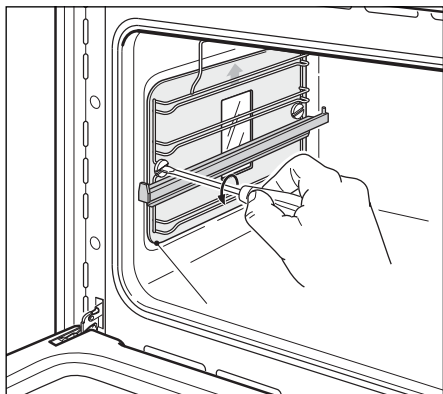

Fig.34 Dépose des grilles latérales et des panneaux catalytiques (certains modèles uniquement)
Les panneaux catalytiques sont recouverts d'un émail spécial microporeux qui s'en va avec les projections d'huile et de graisses pendant la cuisson normale à plus de 200 °C. Si ces panneaux restent sales après la cuisson d'aliments très gras, réchauffez le four au maximum pendant une heure et demie. Les panneaux vont alors s'autonettoyer. Les panneaux latéraux sont réversibles. Veillez à les remettre en place en orientant la flèche vers le haut, du côté voulu. Pour retirer les panneaux catalytiques latéraux, vous devez d'abord dévisser les grilles latérales. Voir Fig. 34.
- 1 Retirez les grilles latérales en dévissant les vis de fixation (Fig. 34).